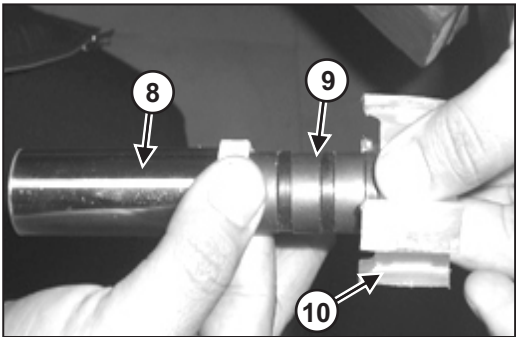

Fig. 5.16d
IMPORTANTE: Não desmonte os ímanes (9), pois estes estão montados em sequência de polaridade e não devem ser perturbados (fig. 5.16d).